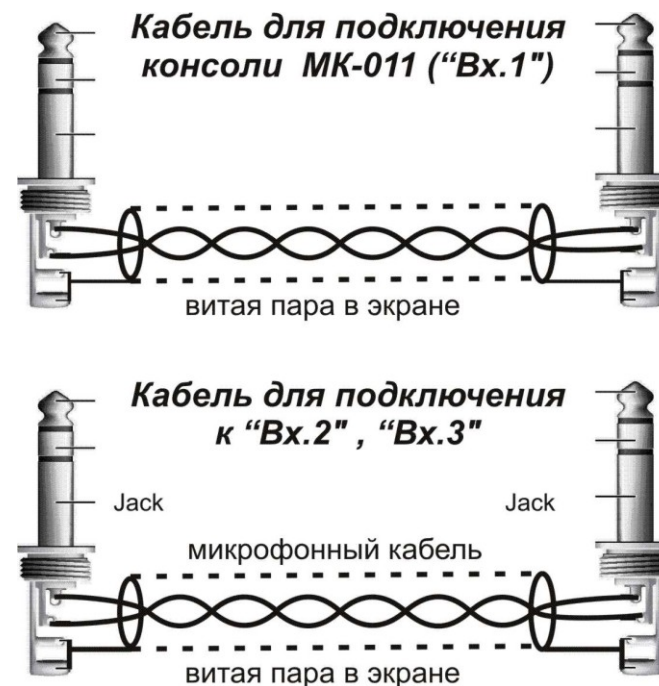

Рис.3
4.3. Распайка микрофонного кабеля для подключения консоли МК-014 ко входу усилителя мощности серии АС-50/АС-100/АС-210/АС-400/АС-600 представлена на рис.3. Подключение выполняется к симметричному входу усилителя с фантомным питанием 48(12)В.